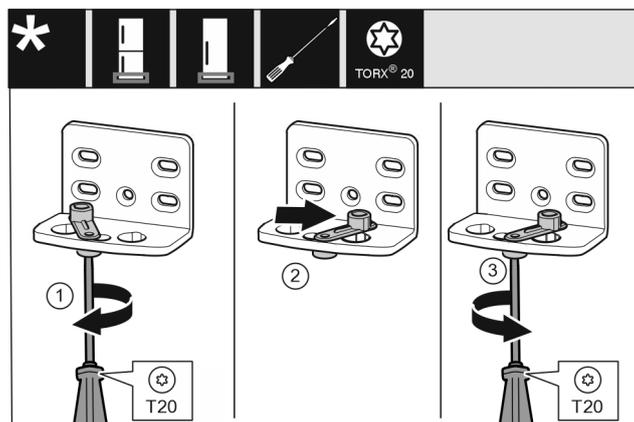

Fig. 22\*
- ▶ Înșurubați slăbit șurubul cu șurubelnița T20.\* Fig. 22 (1)
- ▶ Ridicați dispozitivul auxiliar de închidere a ușii și rotiți-l cu 90° spre dreapta în orificiu.\* Fig. 22 (2)
- ▶ Înșurubați ferm șurubul cu șurubelnița T20.\* Fig. 22 (3)